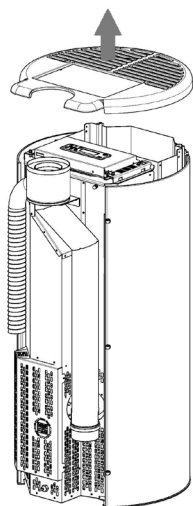

Fig. 71 - Zdejmowanie pokrywy
- Usunąć żeliwną pokrywę (zob. **Fig. 71**).